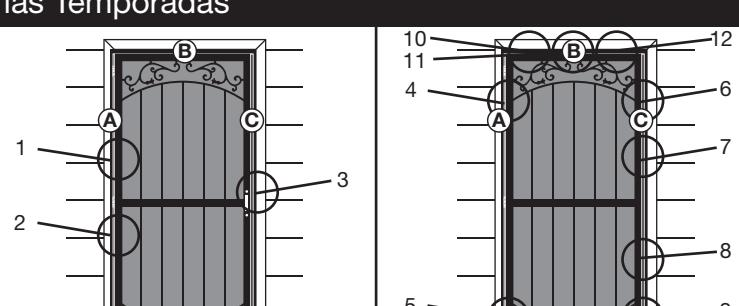

Fig. 15
Fig. 15 - Quita los tornillos de los soportes preinstalados y quita los soportes. A través de los orificios restantes en las jambas de barra en z (A y C) y la barra del dintel/travesaño (B), taladra un orificio de 1/8" aproximadamente a 1/2" (1,27 cm) de profundidad en la moldura de la puerta. Coloca los tornillos (L) de montaje en los orificios (4-12) y apriétalos.